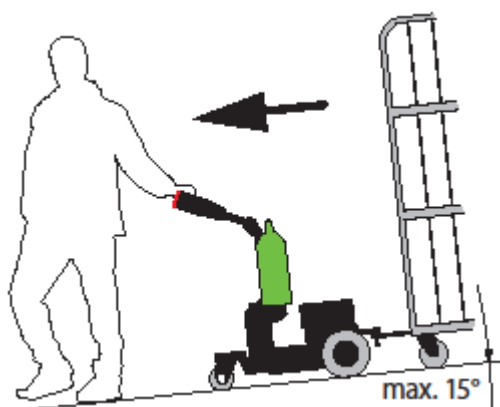

Fig. 7
- Placez-vous à côté de la tête de timon, votre visage à l'opposé du Movexx et du chariot. C'est la position de traction. Gardez suffisamment de distance avec le Movexx et le chariot, pour n'être pas heurté. Le Movexx peut être déplacé dans cette position sur des surfaces planes, ou pour descendre une pente (seulement si la machine a un frein). (Figure 7)